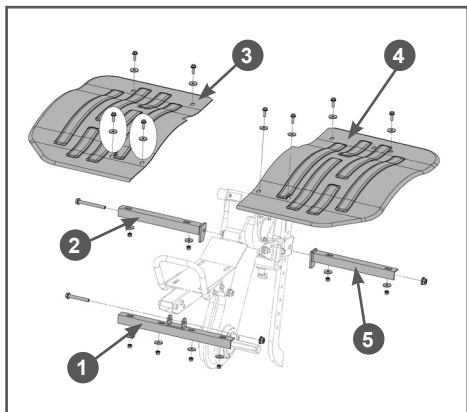

Рис. 12 Установка защитных крыльев
- Установите на раму мотоблока передний 1 и задний 2 и 5 кронштейны защитных крыльев с помощью болтов и гаек из комплекта крепежа (Рис. 12).
- Установите на кронштейны 1,2,5 крыльев правое 3 и левое 4 защитные крылья, используя болты, шайбы и гайки из комплекта крепежа (Рис. 12).